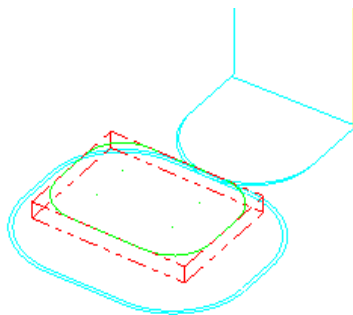

图 4.2.27 刀具路径
- **毛坯表面 (T)...** 按钮：单击该按钮后，用户可以直接在图形区中选取一点来确定工件在 Z 轴方向上的高度，刀具在此平面将根据定义的刀具加工参数生成相应的加工增量。用户也可以在其后的文本框中直接输入数值来定义参考高度。
- **深度 (D)...** 按钮：单击该按钮后，可以直接在图形区中选取一点来确定最后的加工深度，也可以在其后的文本框中直接输入数值来定义加工深度，但在 2D 加工中此处的数值一般为负数。
Step7. 单击“2D 刀路 - 外形”对话框中的  按钮，完成参数设置，此时系统将自动生成图 4.2.27 所示的刀具路径。
(2) 在“刀路模拟控制”操控板中单击 按钮，系统将开始对刀具路径进行模拟，结果与图 4.2.27 所示的刀具路径相同，单击“刀路模拟”对话框中的 按钮。